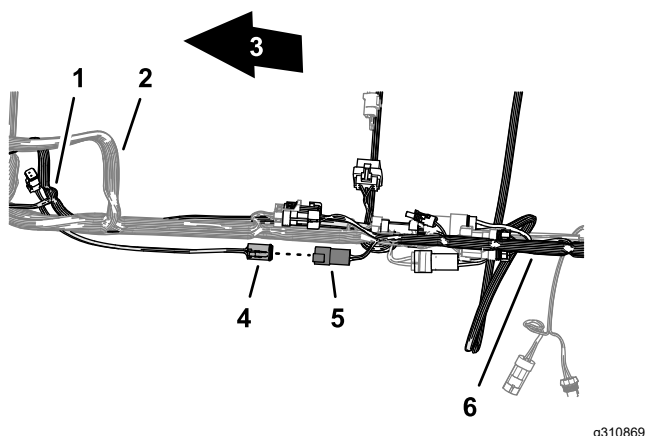

Figura 143
3. Conecte el conector de 4 pines de la rama del arnés de datos marcado CAN 2 ASC 10 BUS al conector hembra de 4 vías del arnés GeoLink trasero del circuito del controlador de fumigación/CAN 2 (Figura 143).